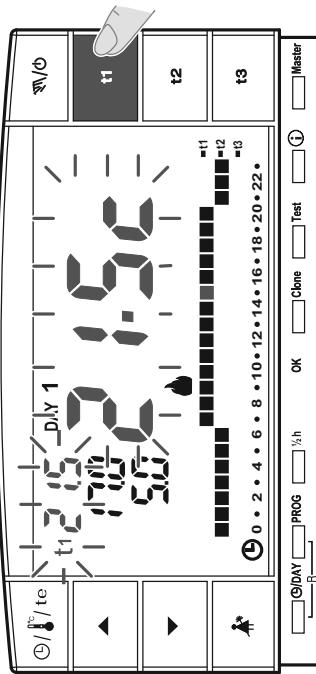

fig. 32
(i) Se si seleziona un tasto (**t1** o **t2**) relativo a un set di temperatura bloccato, la sigla (**t1** o **t2**), il relativo valore a fianco e i digit centrali lampaggio (esempio fig. 32). In questo caso non è possibile superare il valore di temperatura massima o minima oltre il limite di blocco impostato.
- Premere il tasto del set temperatura che si vuole sbloccare (**t1** o **t2**); la sigla selezionata (**t1** o **t2**) il relativo valore a fianco e i digit centrali lampeggiante (esempio in fig. 32).